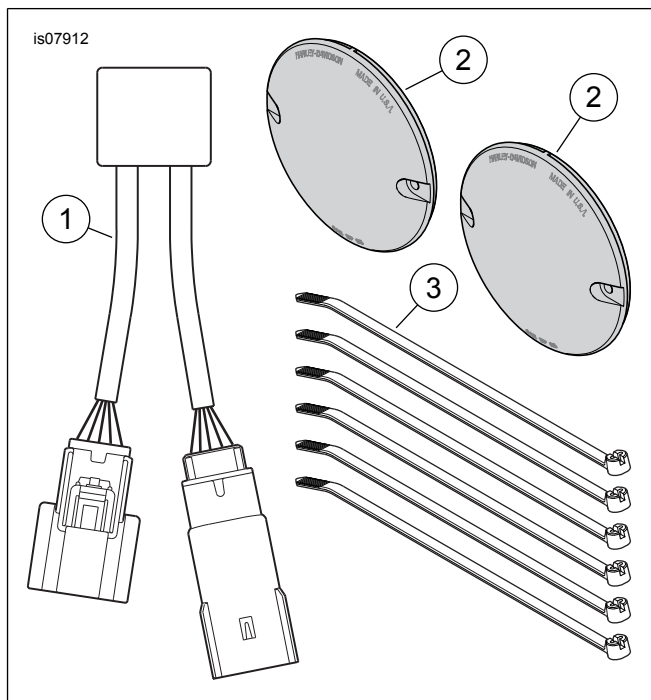

Figura 2. Piezas de servicio, kit de conversión de las señales de giro/marcha/freno auxiliares
Vea Figura 2 y Tabla 1.
2. Vea Figura 2. Tome el módulo de las señales de giro (1) del kit. Acople los conectores del módulo con los conectores del Paso 1. Encaje a presión en su lugar.
3. Use las correas de cables (3) del kit para sujetar el módulo, el conector y el cableado en el área debajo del asiento.
5. Vea Figura 2. Obtenga uno de los lentes rojos para las señales de giro (2) del kit. Instale el lente rojo en la caja de la señal de giro trasera. Sujételo con los tornillos originales. Apriete firmemente. Repita los pasos para el otro lente.